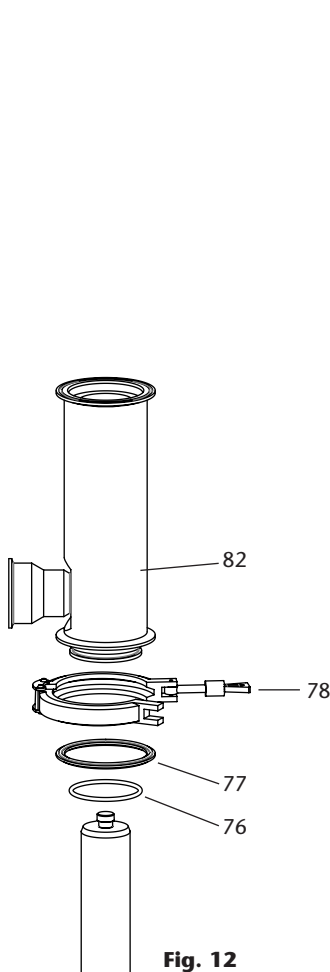

Fig. 12
10. Retire la abrazadera (78) del cuerpo salida fluido.
11. Empuje el cuerpo salida fluido (82) con cuidado hasta liberarlo y extraiga las juntas (76, 77) (fig. 12).